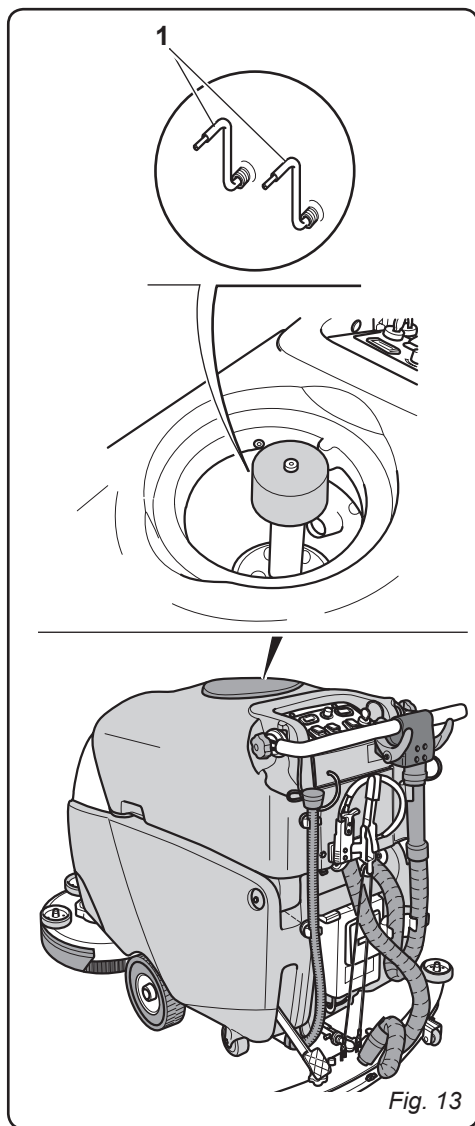

Fig. 13
8.1.e - Allarme massimo livello acqua di recupero (Fig. 13)
8.1.f - Altezza sonde (Fig. 13)